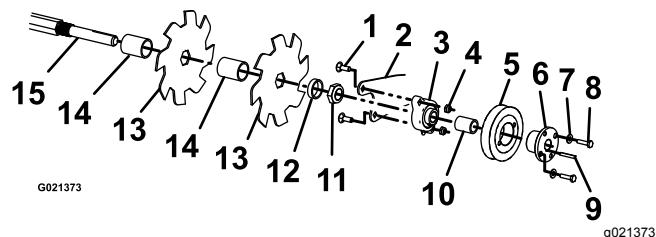

Figure 25
1. Alignez le protège-courroie, les vis et les boulons à embase sur les trous dans la plaque latérale du cadre et le support du ressort (Figure 25).
2. Fixez le protège-courroie sur la machine à l'aide des 2 vis et des 2 boulons à embase (Figure 25).